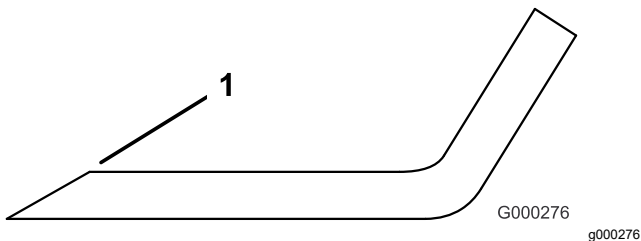

图 92
3. 检查所有刀片的刀刃如果已经变钝或出现裂口应打磨刀刃图 92。
注意 仅打磨刀刃的边缘并保持最初的切割角度以保证锋利度图 92。如果您从两片刀刃上磨掉相同量的材料刀片会保持平衡。